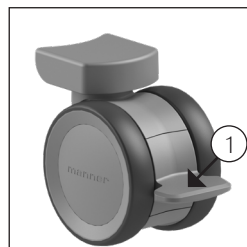

Figure 1. Activer le blocage des roues.
- Verrouillez le frein des roues de la Lotus / Lotus Compact / Lotus XL en abaissant du pied la languette bleue (1) de la roue (Cf. figure 1).